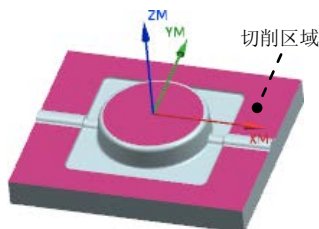

图 8.17 指定切削区域
Step2. 在图形区选取图 8.17 所示的切削区域，单击“切削区域”对话框中的 **确定** 按钮，系统返回到“底面壁”对话框。